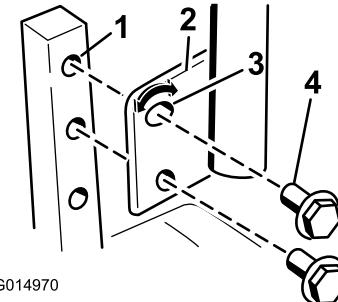

Figura 24
- Retire los 2 pernos que fijan la palanca de control al brazo de la palanca (Figura 24).
- Mueva la palanca al juego de taladros siguiente. Fije la palanca con los 2 pernos (Figura 24).
2. Afloje el perno inferior lo suficiente para poder desplazar hacia adelante o hacia atrás la palanca de control (Figura 24). Apriete ambos pernos para fijar el control en la posición nueva.